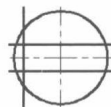

图 1.1.18 绘制构造线
(1) 绘制图 1.1.18 所示的垂直构造线。选择下拉菜单 **绘图(D)** → **构造线(T)** 命令, 在命令行中输入字母 O (即“偏移”选项) 并按 Enter 键, 输入偏移距离值 23.5 后按 Enter 键。选取 Step1 所绘制的垂直中心线为偏移参照, 在垂直中心线左侧的空白区域单击以确定偏移方向, 按 Enter 键结束命令。
(2) 参照步骤 (1) 中的方法, 绘制图 1.1.18 所示的两条水平构造线。选择下拉菜单 **绘图(D)** → **构造线(T)** 命令, 将水平构造线分别向上和向下偏移, 偏移距离值为 8。